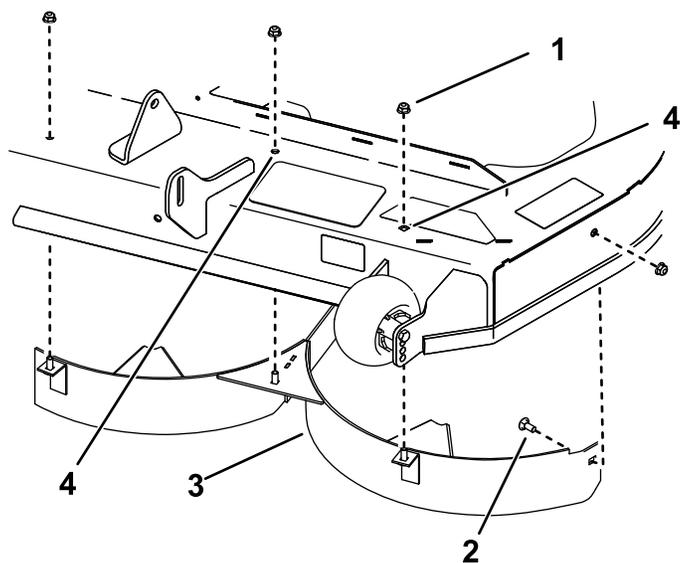

Bild 15
- Plateaux de 137 cm et 152 cm :** retirez les fixations existantes des trous indiqués à la Bild 15, et fixez le déflecteur gauche à l'aide des 4 écrous (5/16") et d'un boulon de carrosserie (5/16" x 3/4").